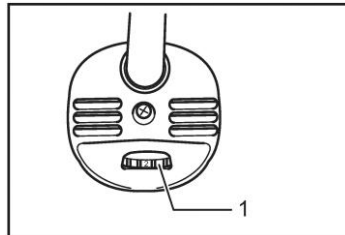

Рис. 4
Частоту вращения шлифовальной насадки можно изменять путем поворота регулировочного колеса (1) на значение от 1 до 5 (рис.4). Частота вращения увеличивается при повороте регулировочного колеса в направлении цифры 5, при повороте в направлении цифры 1 частота вращения уменьшается.